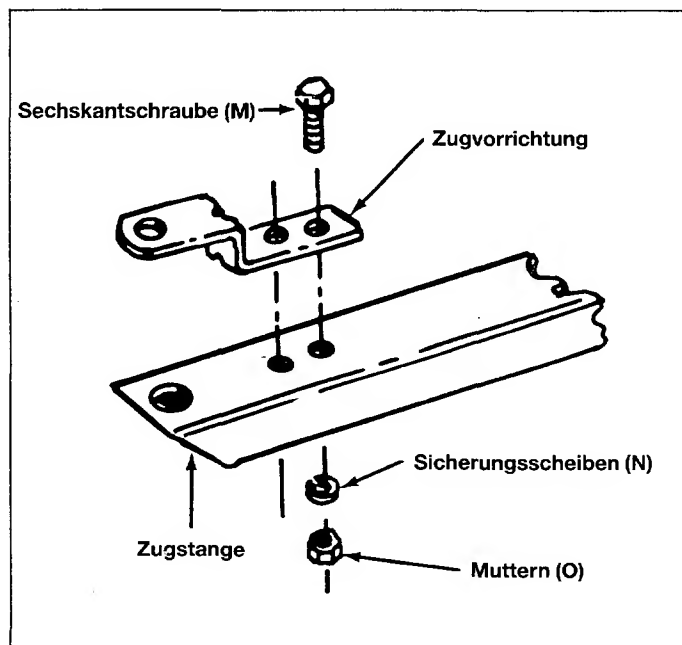

Bild 14
19. Die Zugvorrichtung auf der Zugstange montieren. Sechskantschraube 10x25 mm (M), Sicherungsscheiben (N) und Muttern (O) benutzen. Siehe Bild 14.